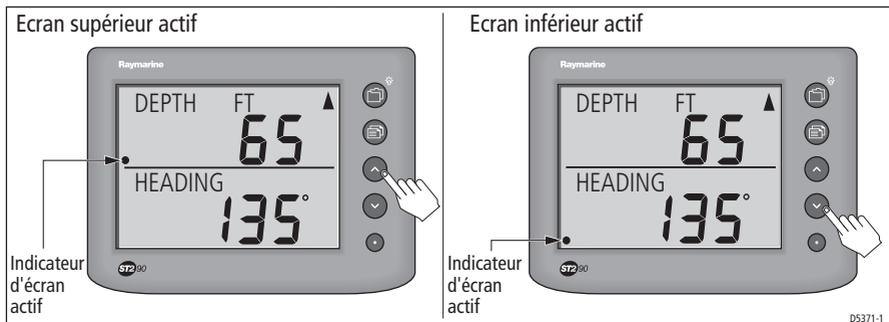

Figure 3-2 : Sélection de la zone d'affichage réglable
Pour procéder à une modification quelconque sur l'une ou l'autre des zones d'affichage (par exemple pour sélectionner une autre page ou un autre chapitre), vous devez d'abord sélectionner cette zone comme zone d'affichage active. Pour ce faire, utilisez la touche ▲ ou ▼ pour déplacer l'indicateur d'écran actif sur la zone d'affichage de votre choix. (Cf. Figure 3-2).
1. À l'aide de la touche ▲ ou ▼, sélectionnez la zone d'affichage active de votre choix (Cf. Figure 3-2). L'indicateur d'écran actif se déplace sur la zone sélectionnée.